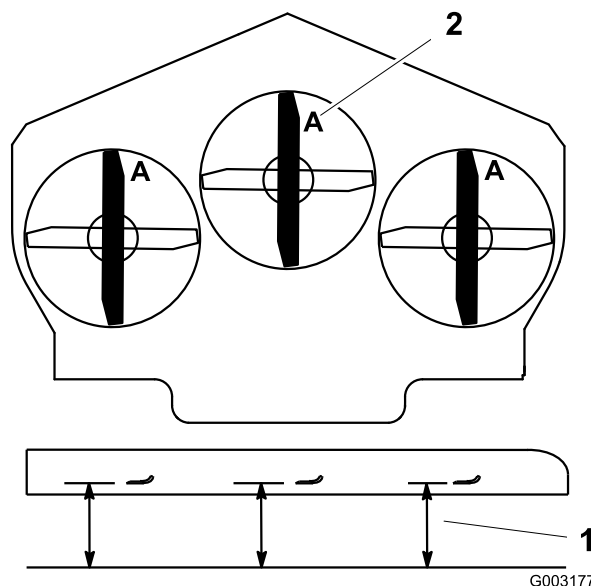

**Figura 101**
1. Inspeccione los filos de corte (Figura 101).
4. Si observa fisuras, desgaste o la formación de una ranura en esta zona, instale de inmediato una cuchilla nueva (Figura 101).